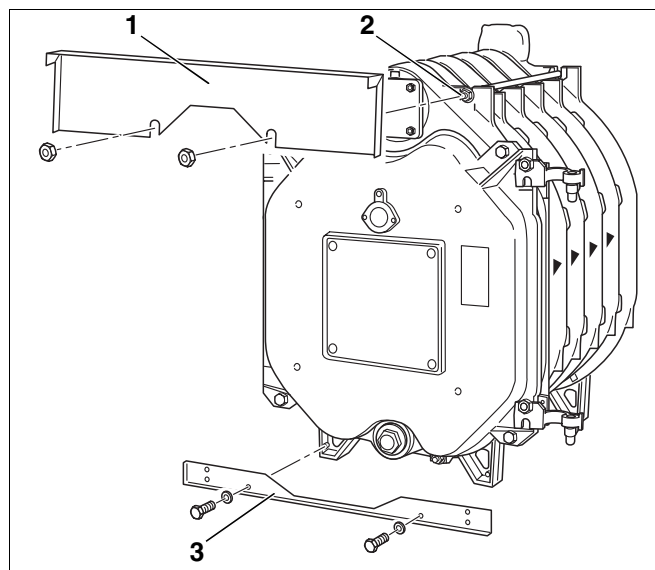

Fig. 30 Montasje – fremre traverser
- Skru en ekstra mutter på hvert av de to øvre ankerstagene på kjelens forside (fig. 30, **pos. 2**).
- Sett alltid tverrtraversen oppe foran (fig. 30, **pos. 1**) mellom den første og den andre mutteren på ankerstagene og fikser den på knasten.
- Skru tverrtraversen nede foran (fig. 30, **pos. 3**) fast til forelementets føtter ved hjelp av to maskinskruer.